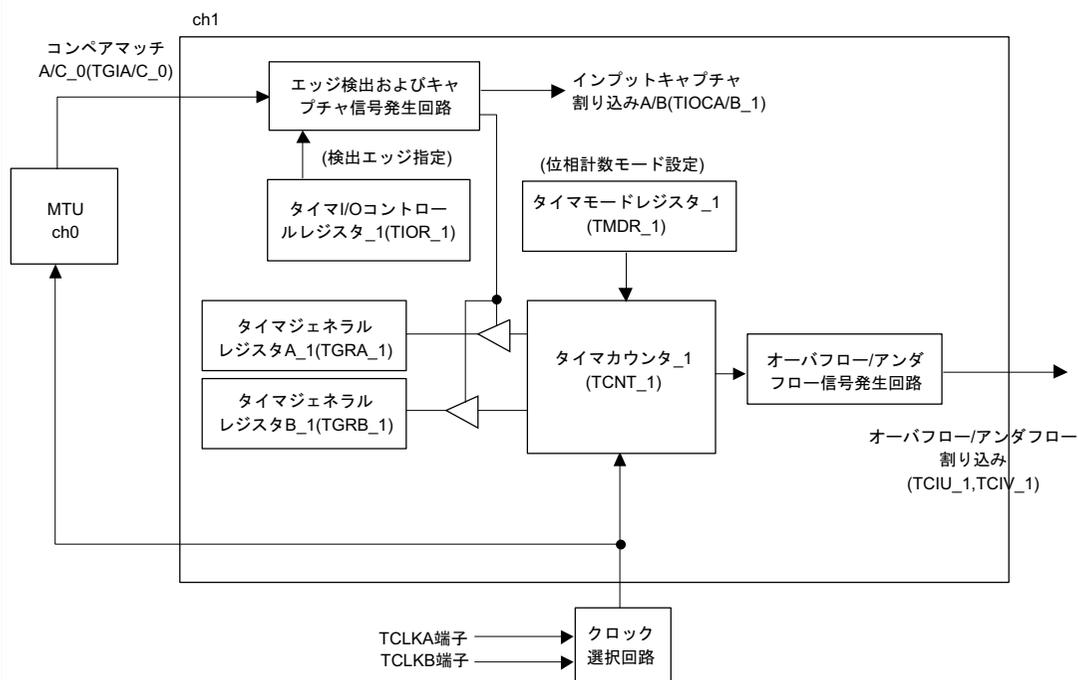

図 2.25 MTU/ch1 ブロック図
- (b) 図2.25にch1のブロック図を示します。ch2では以下の機能を使用してタイマカウンタをアップ/ダウンカウントします。インプットキャプチャ信号立ち上がりエッジ検出時のカウンタ値を測定結果とします。